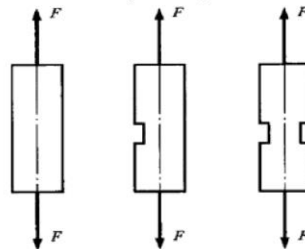

图 5
5. 如图 5 所示杆件承受轴向拉力 F ，若在杆上分别开一侧、两侧切口。令图中(a)、(b)、(c)中杆的最大拉应力分别为 $\sigma_{1\max}$ 、 $\sigma_{2\max}$ 和 $\sigma_{3\max}$ ，则下述结论中，() 是错误的。
- (A) $\sigma_{1\max}$ 一定小于 $\sigma_{2\max}$; (B) $\sigma_{1\max}$ 一定小于 $\sigma_{3\max}$;